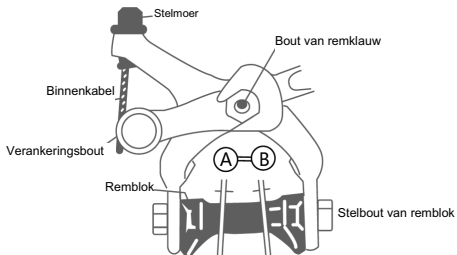

Afbeelding 7
- 1-2 De fiets moet geheel tot stilstand komen wanneer de handgreep tot halverwege het stuur wordt getrokken. Als de fiets pas tot stilstand komt als de handgreep tot vlakbij het stuur is getrokken, houdt dit in dat de ruimte tussen de remblokken en de velg te groot is. Dit zal moeten worden afgesteld. (Afbeelding 7)